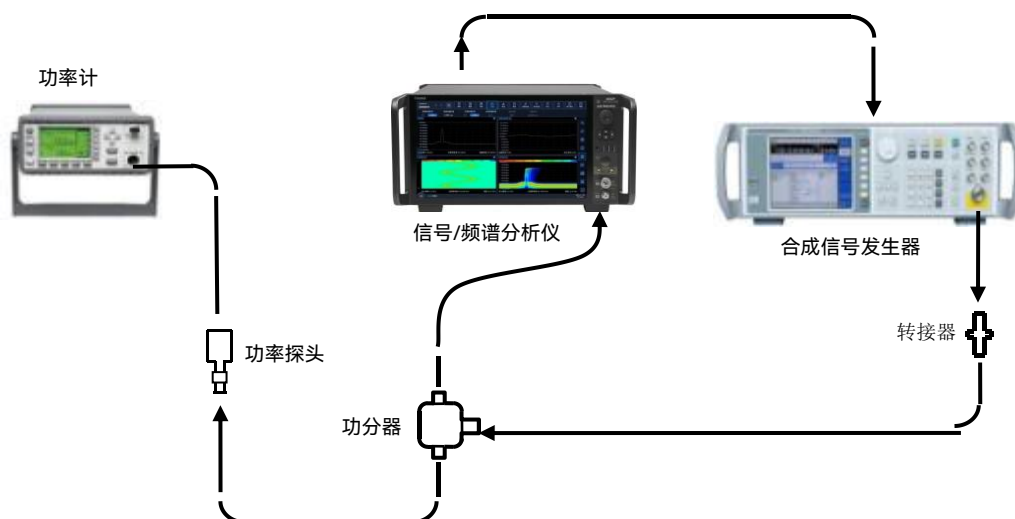

图 7.34 前置放大器开频率响应测试示意图 (100MHz ~ 8.4GHz)
- 1) 按照图 7.34 所示连接测试仪器，功分器的一端口与 4082 的射频输入 1 端口连接，4082 的 10MHz 参考输出为合成信号发生器提供 10MHz 的外部参考输入；